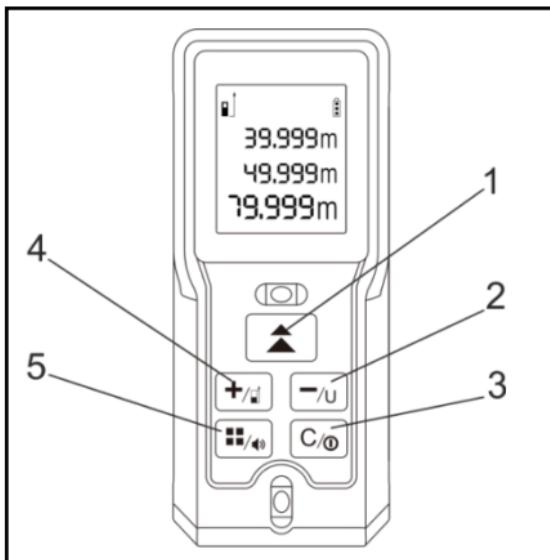

Рис. 1 Дальномер
По умолчанию измерения ведутся от задней кромки устройства. Для изменения точки начала измерений нажимайте кнопку №4 (Рис. 1).
Для удаления с экрана отображаемого измерения нажмите кнопку №3 (Рис. 1).
По умолчанию измерения ведутся в метрах. Вы можете изменить единицы измерения путем длительного нажатия на кнопку №2 (Рис. 1).
3. Включите устройство, нажав на кнопку №1 (Рис. 1).
При включенном устройстве нажмите кнопку №1 (Рис.1) для проведения измерения расстояния до точки. Измеренное расстояние отобразится на дисплее.
Нажмите и удерживайте кнопку №1 (Рис. 1), для включения режима непрерывного измерения. Повторно
Нажмите кнопку №5 (Рис.1) для изменения режима вычисления. Выберите нужный режим исходя из пиктограммы на дисплее.
- 1) Результаты измерений сохраняются автоматически. Для просмотра сохраненных измерений нажмите и удерживайте кнопку №5 (Рис. 1) до появления соответствующей пиктограммы на дисплее.